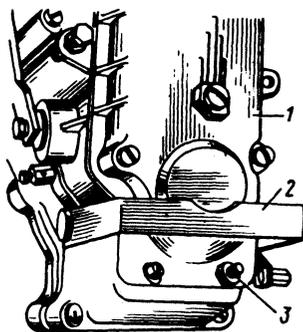

Рис. 52. Регулятор частоты вращения:
В случае отклонения от заданного значения распломбируйте и снимите крышку 1 (рис. 52) смотрового люка регулятора, сохраняя неизменным положение регулировочного винта 3. Частоту вращения кулачкового вала, соответствующую полному выключению подачи, регулировать следующим образом:
а) перед регулировкой вывернуть винт 3 подрегулировки мощности (рис. 52) до упора;
7. Закрывать регулятор крышкой смотрового люка и регулировочным винтом 3 (рис. 52) установить при 930 ± 10 об/мин кулачкового вала и при упоре рычага управления в болт ограничения максимальной частоты вращения подачу секциями насоса, равную $86-90 \text{ мм}^3/\text{цикл}$. После регулировки винт-ограничитель законтрить контргайкой.